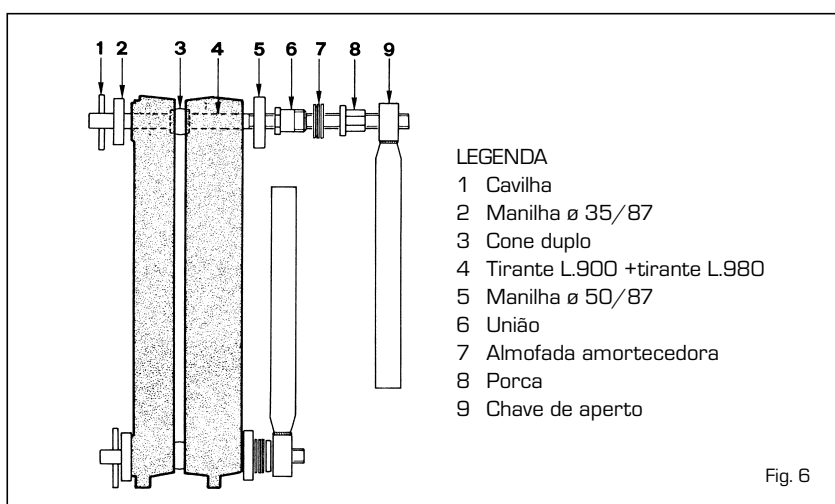

Fig. 6
- Montar os elementos com o respectivo par de tirantes de montagem com os respectivos acessórios cód. 6050900 (fig. 6), fazendo a pressão ao mesmo tempo no cubo superior e no cubo inferior. Se durante esta operação o avanço entre os elementos não for uniforme e paralelo, introduzir o escalpelo na parte mais apertada e forçando levar o paralelismo entre as duas peças a unir. A união dos elementos deve considerar-se realizada no momento em que os bordos externos dos elementos entrarem em contacto.